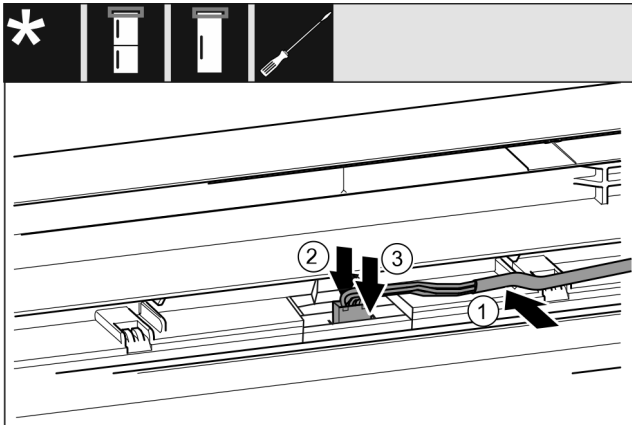

Fig. 41 Kühl-/Gefrierkombinationen / Gefriergeräte / Kühlgeräte
- Kabel Fig. 41 (1) in die Führung in der oberen Tür einlegen.
- Rastnase Fig. 41 (2) nach hinten drücken.
- Stecker Fig. 41 (3) einrasten.